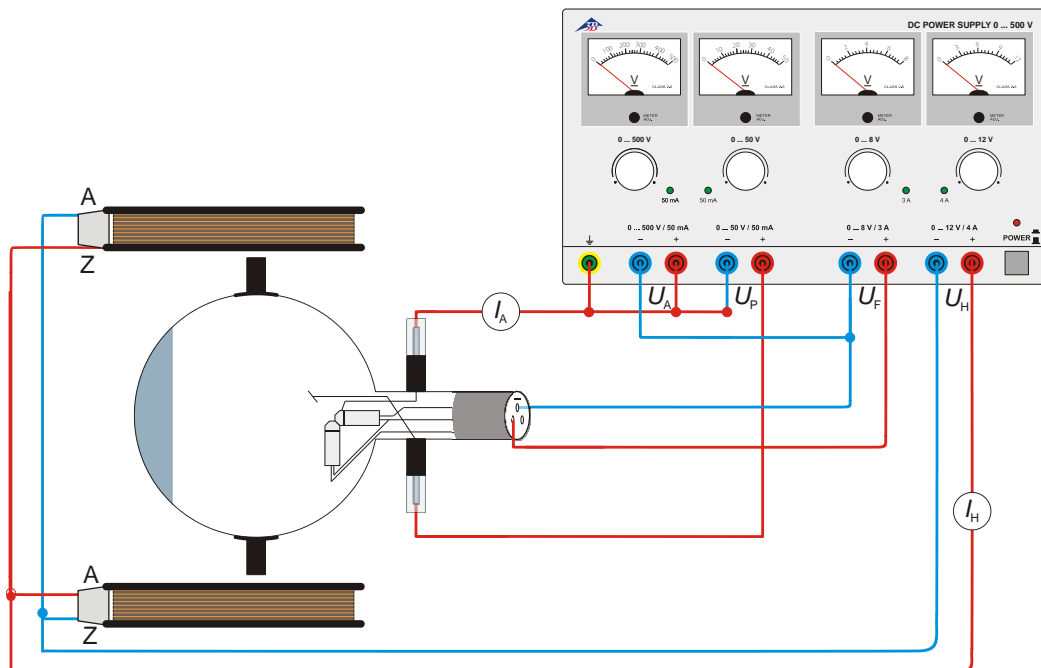

Fig. 4 Determinazione di e/m per mezzo del cannone elettronico assiale
- Cablare il tubo come indicato nella fig. 4.